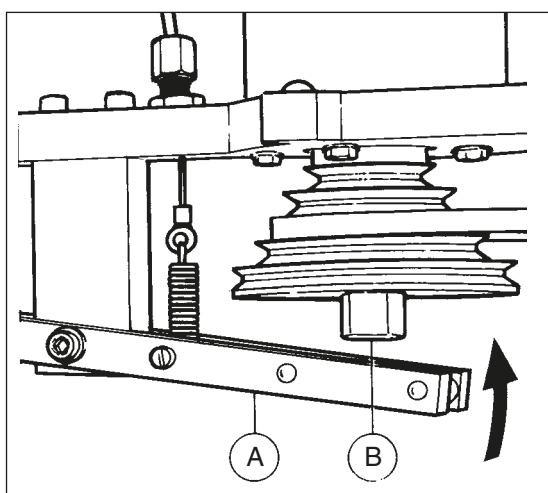

Fig.17
- De topas manueel draaien om de topasgrendel in de blokkagepositie te brengen (fig.17 A&B).